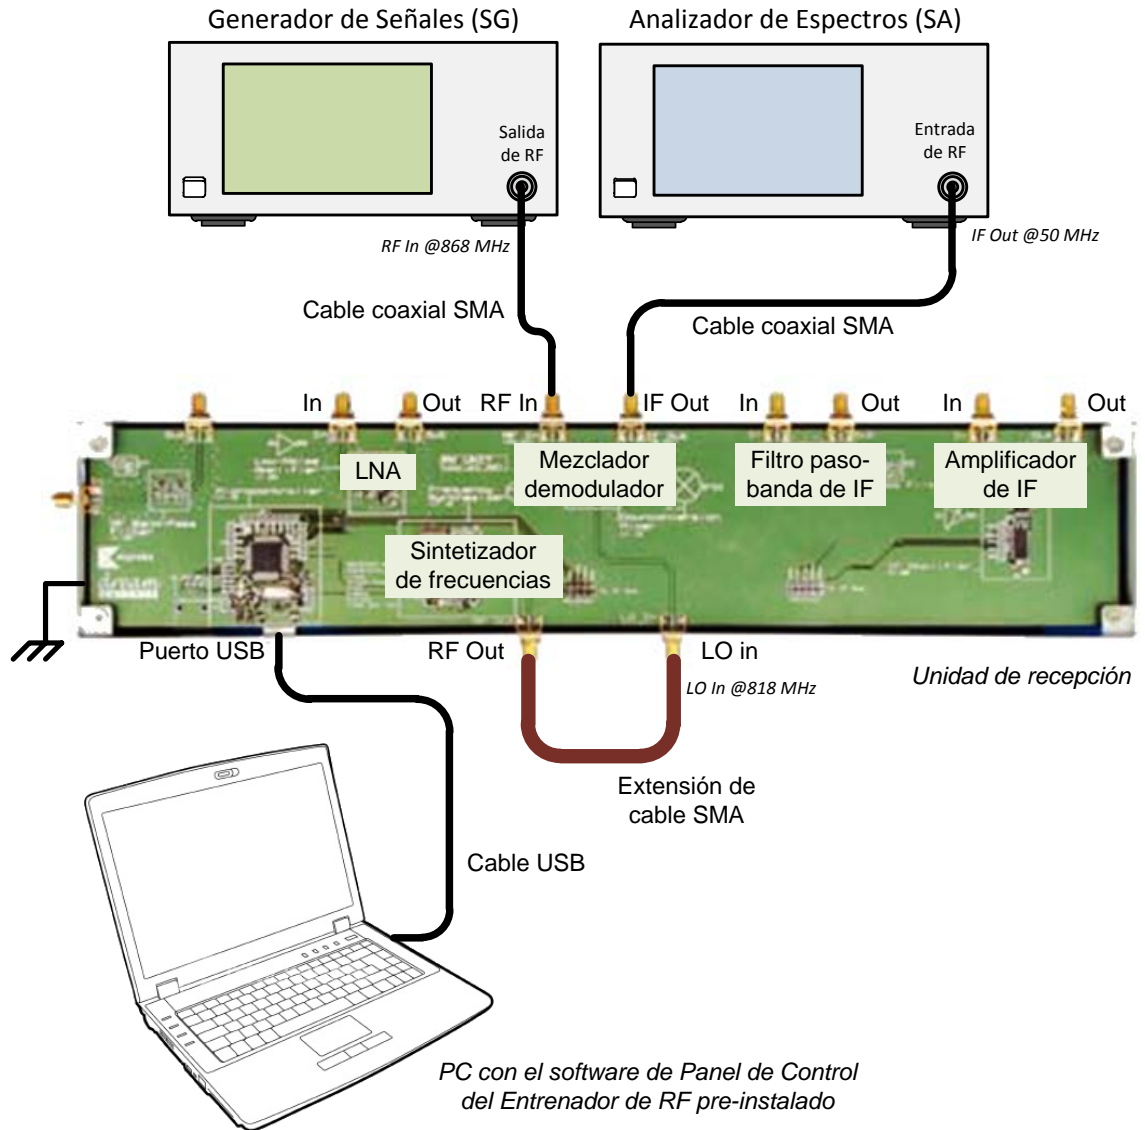

Figura 1 – Disposición general de los equipos para realizar medidas en el mezclador con un SA
1. Haga las conexiones que se muestran en la Figura 1.